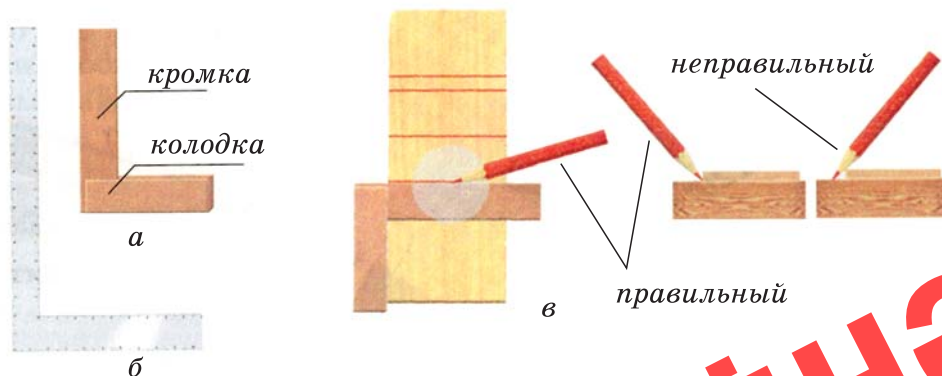

Рис. 7. Угольники столярные:
* **Угольником** проверяют, измеряют и вычерчивают прямые углы (рис. 7);